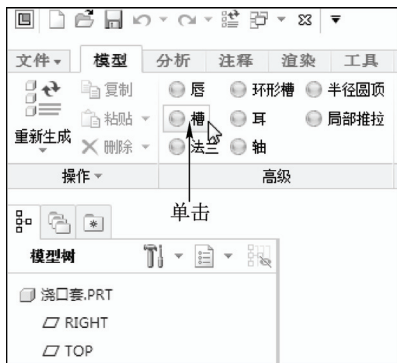

图 8-35 单击“槽”按钮
STEP 02 在功能区选项板的“模型”选项卡中, 单击“高级”面板中的“槽”按钮, 如图 8-35 所示。